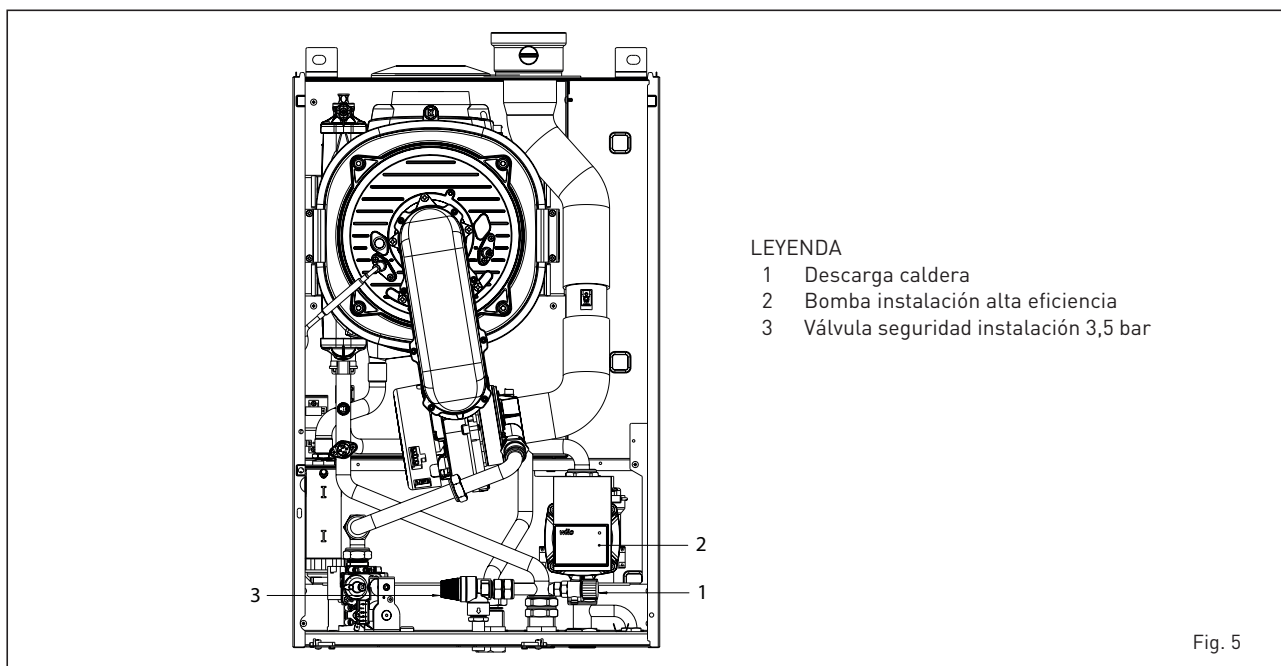

Fig. 5
2.4.1 Vaciado de la instalación (fig. 5)
Para vaciar la instalación apague la caldera y accione sobre la válvula de descarga [1 fig. 5].